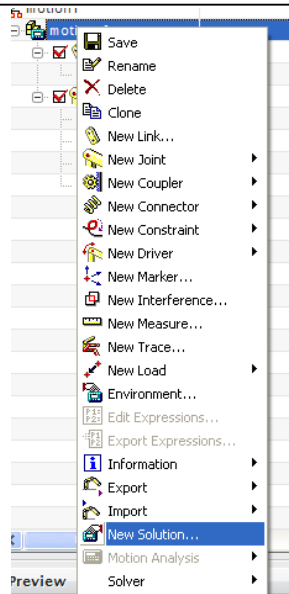

Figura 16
5. Definición de la solución, selecciona de la ventana **Motion Navigator** el análisis **motion_1** y da clic con el botón derecho, con lo cual se despliega la ventana de la figura 16 y selecciona **New Solution**.